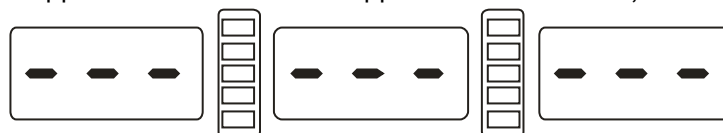

Рисунок 17-1
17.2.4 Если при включении питания, на дисплее отображается рисунок 17-1, необходимо провести самокалибровку измерительной линейки, отрегулировать датчики измерения длины или поменять датчики на новые;